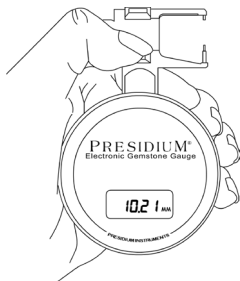

图 2.1
- 应该用任一手的手掌握持 Presidium 电子宝石量规。用拇指操作游标。（图 2.1）